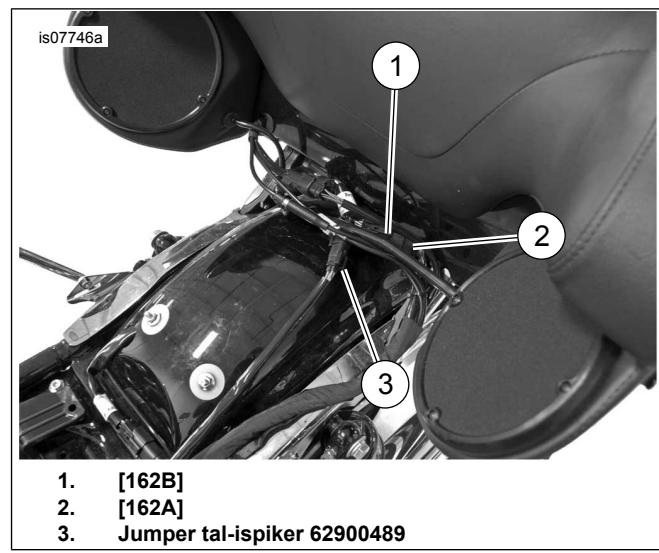

Figura 12. Interkonnessjoni tal-Pod tal-ispiker ta' Wara
11. Ara Figura 12 . **Mudelli mgħammra bis-SiriusXM:** Erġa' poġġi l-antenna tas-SiriusXM bil-brekit u l-istruzzjonijiet minn dak il-kitt. Installa l-fjus ewljeni u cċekkja l-operat tar-radju.